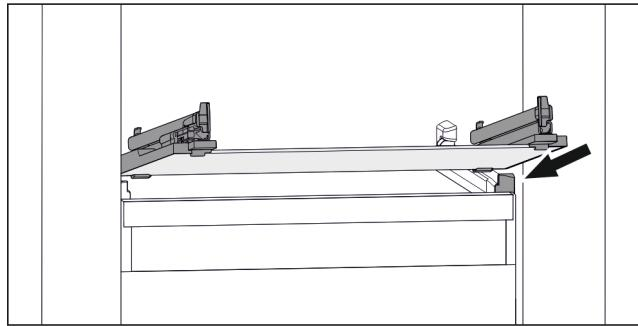

Fig. 112 Exemple de représentation de la tablette en verre
- ▶ Placer la tablette en verre, en l'inclinant, derrière les butées. (voir Fig. 112)